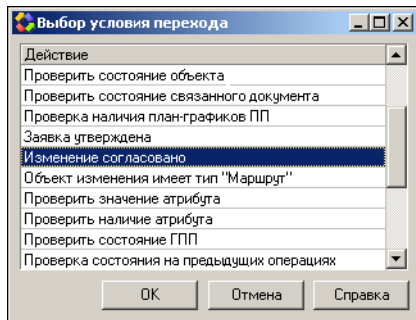

Рис. 4.51.
3. В открывшемся окне **Выбор условия перехода** содержится список условий перехода, доступных для использования (рис. 4.51). Выберите нужное условие.